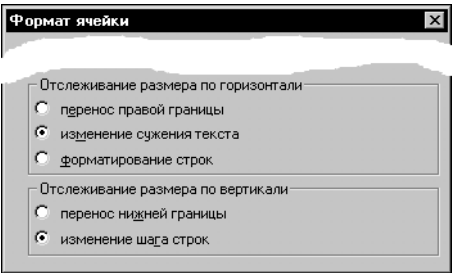

Рис. 36.18. Элементы управления параметрами размещения текста в ячейках по высоте приведены в табл 36.2.
10. Используя элементы управления, расположенные в диалоге **Формат ячейки**, можно изменить параметры размещения текста в ячейках таблицы (рис. 36.18).